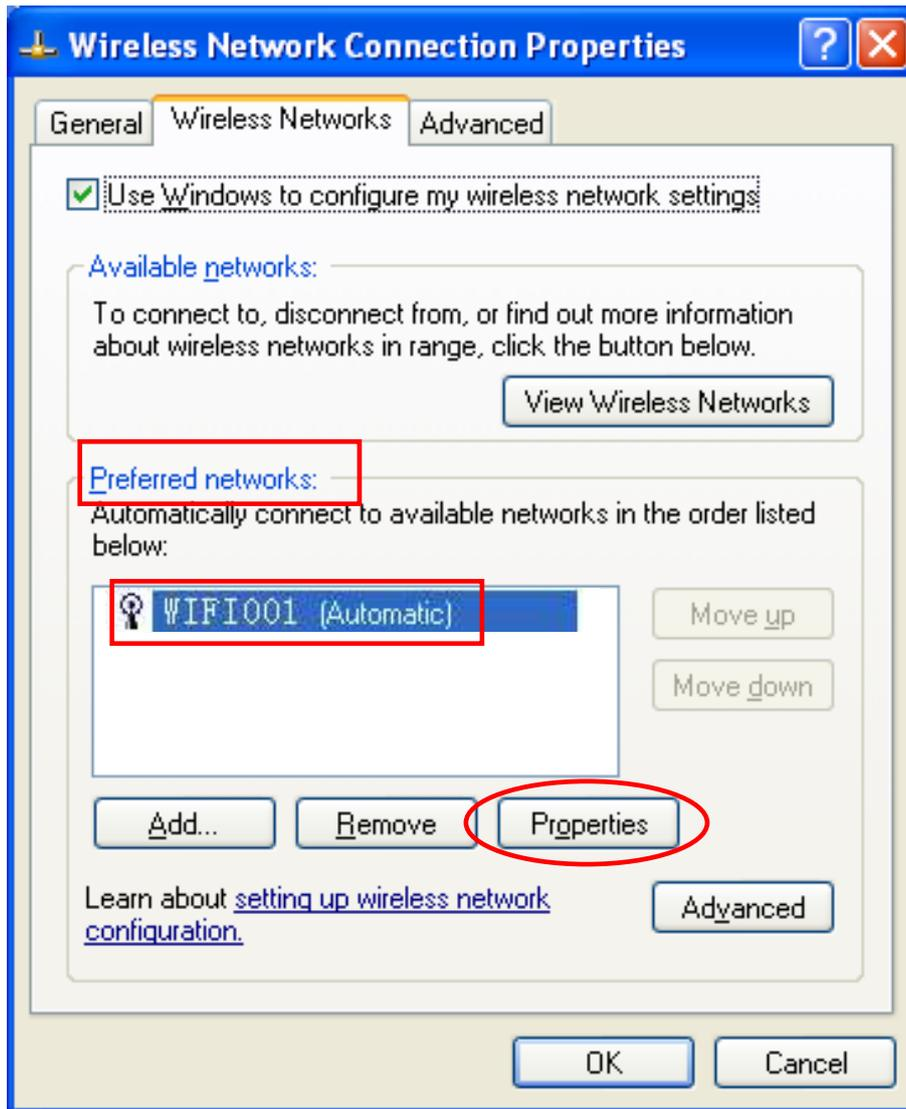

Figura 11
- ④ Seleccione la red inalambrica en “redes preferidas” y clic en “propiedades” (Figura 11).